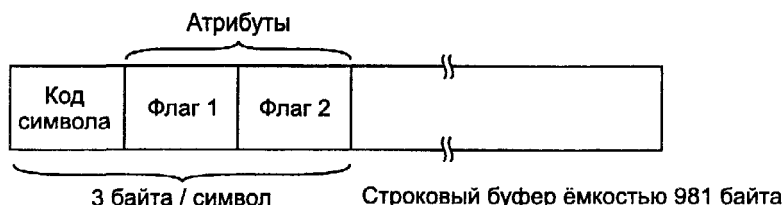

Рис. 1.32. Строковый буфер
**Строковый буфер.** Здесь данные состоят из печатаемых данных и атрибутов с тремя байтами для каждого символа. Атрибуты представляют собой флаги, которые включаются или выключаются командой. Флаги показывают тип символа и данные (данные для одной строки) (рис. 1.32).